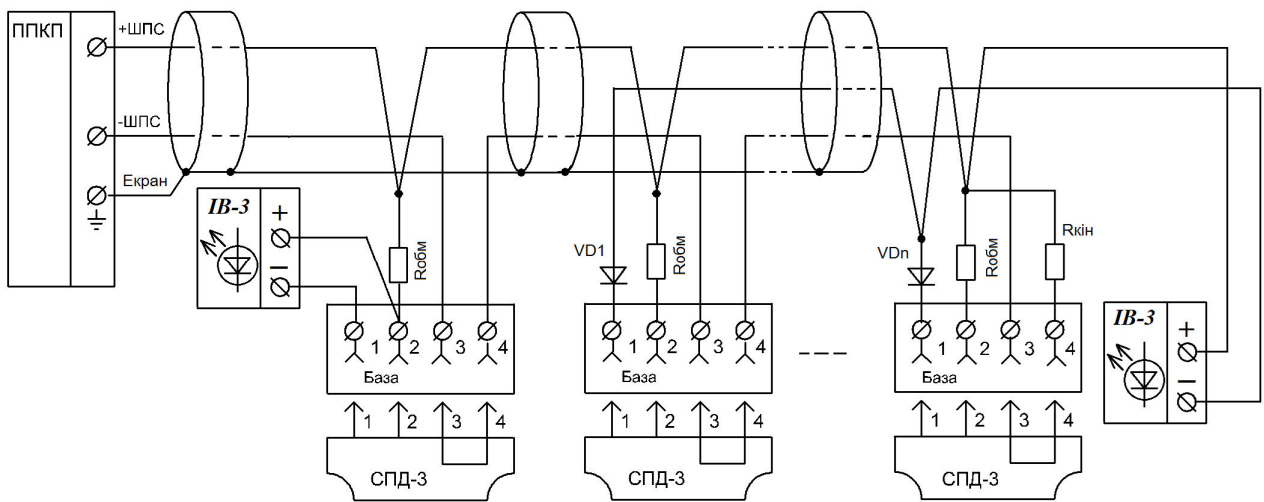

Рис. 2 Схема підключення індикатора виносного ІВ-3 до сповіщувачів СПД-3
- 5.3 Приклад схеми підключення індикатора ІВ-3 до сповісвача СПД-3 наведено на рис. 2.
- 6.4 Підключити індикатор ІВ-3 до одного або кілька пожежних сповісвачів згідно рис. 2. Перевірити надійність з'єднання. Укласти дроти та встановити кришку індикатора ІВ-3.